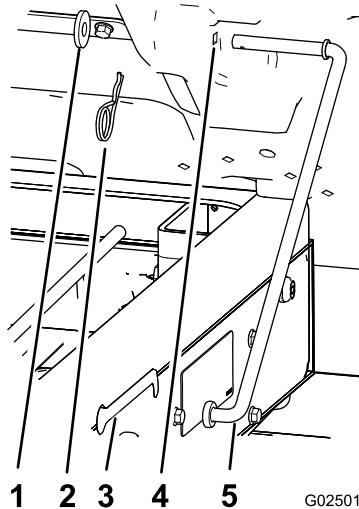

Figura 12
- Retire el pasador de horquilla y la arandela que sujetan la varilla de sujeción a la cara inferior de la plataforma (Figura 12).
- Deslice la varilla de sujeción hacia adelante para retirarla del soporte del bastidor (Figura 12).